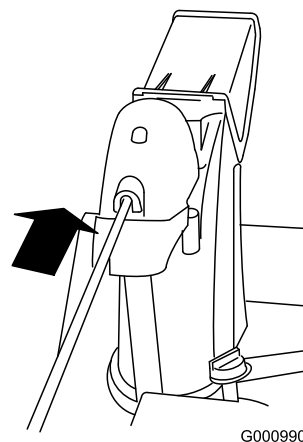

Figura15
4. Introduceți capătul frontal al tijei în deschiderea din spatele capacului angrenajului de jgheab, până când acesta este glisat în angrenajul jgheabului (Figura15).